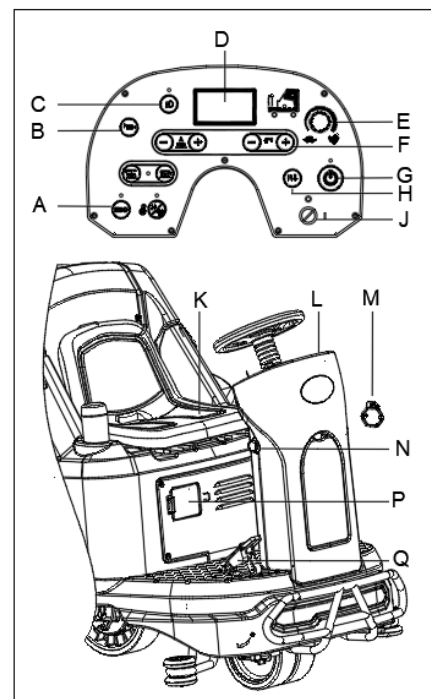

Рис. 13
2. Займите сиденье (К, рис. 13), вставьте ключ зажигания (J, рис. 13) и поверните его в положение «I». Проверьте состояние батарей на экране дисплея. При необходимости зарядите батареи (см. процедуру в главе «Техническое обслуживание»).
Направление движения вперед/назад можно регулировать с помощью переключателя (Н, рис. 13). Скоростью движения машины можно управлять с помощью регулировочного устройства (Е, рис. 13).
4. Нажмите кнопку быстрого запуска One-Start (G, рис. 13), чтобы запустить машину, скребок и щетки автоматически опускаются на пол, и начинает работать вакуумный двигатель.
5. Нажмите нужные контрольные кнопки подачи раствора (F, рис. 13) в зависимости от типа уборки.
6. Нажмите педаль акселератора (Q, рис. 13) и начните очистку.
7. Вы можете зарядить свой телефон или планшет через USB-порт зарядки (M, рис. 13), когда ключ зажигания (J, рис. 13) находится в положении «I».
8. Нажмите кнопку звукового сигнала (В, рис. 13), чтобы предупредить людей, когда это необходимо.
9. При необходимости, нажмите кнопку аварийной остановки (N, рис. 13) для аварийной остановки машины.
10. При необходимости нажмите кнопку передних фар (С, рис. 13) для освещения темных зон или для предупреждения пешеходов.
11. При необходимости отрегулируйте положение сиденья (К, рис. 13), повернув вправо ручку справа от сиденья, затем передвиньте сиденье в нужное положение.
Мотор щетки, вакуумный мотор, мотор двигателя и схема управления находятся под защитой от перегрузки (Р, рис. 13). При отключении защиты от перегрузки, не включайте ее заново сразу, не обнаружив первопричину, и убедитесь, что двигатель остыл перед повторным включением.
12. Отпустите педаль акселератора (Q, рис. 13), машина перестанет работать.
13. Нажмите кнопку быстрого запуска One-Start (G, рис. 13), чтобы остановить щетки и вакуумный двигатель. Щетки и скребки автоматически поднимаются над уровнем пола. Вакуумная система остановится через несколько секунд.